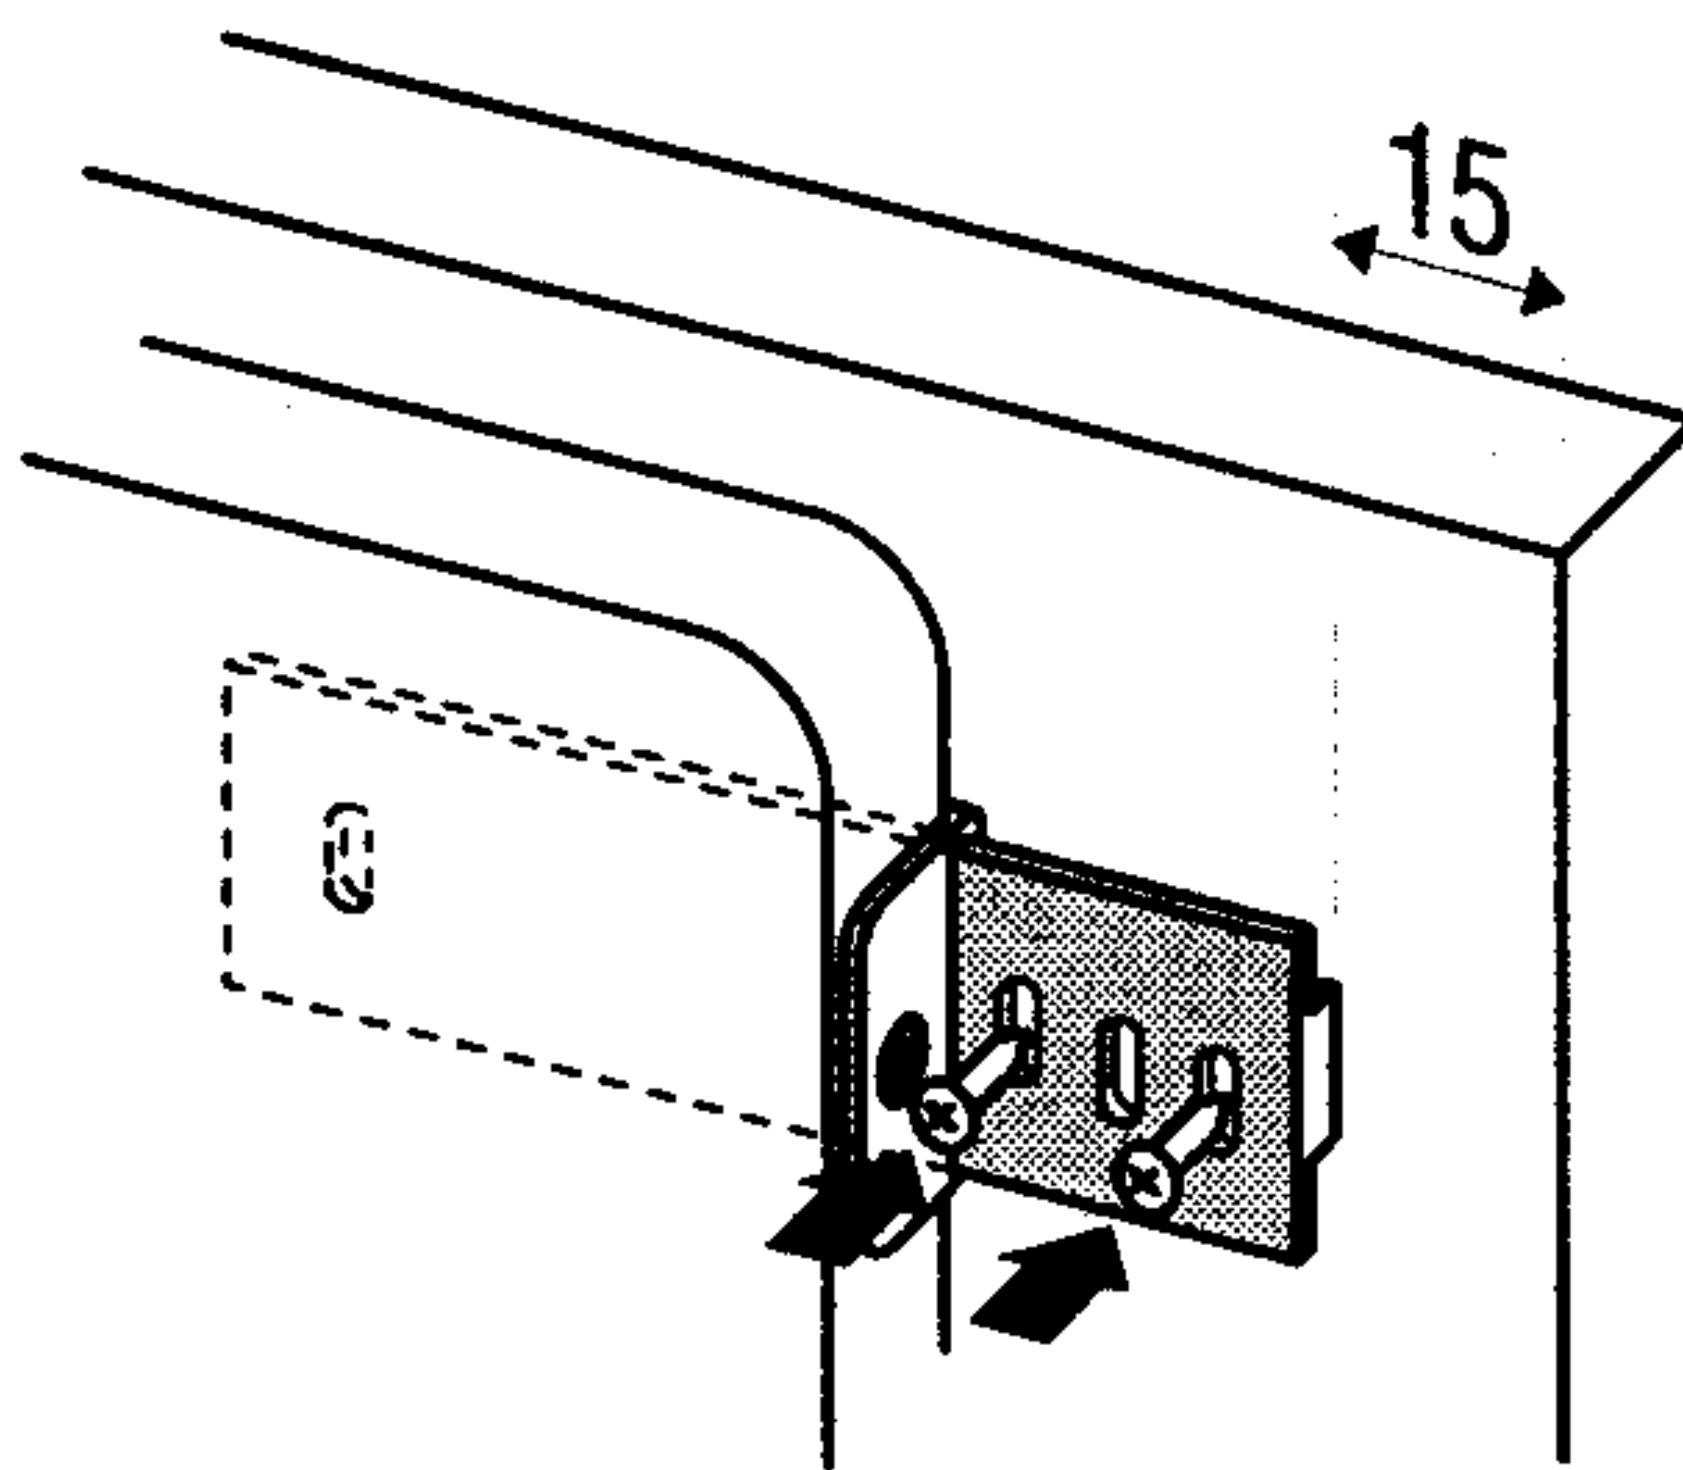

Bild 3
- Setzen Sie die Schieber in die Schieberführungen ein und befestigen Sie sie mit den Schrauben A 4 x 12 15 mm vom Rand der Möbelementtür (Bild 3).